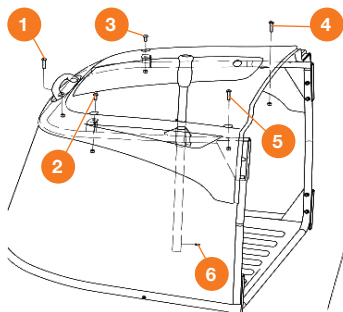

Рис. 11
- Установите верхнюю пластиковую защитную часть травосборника и закрепите ее винтами, обратите внимание на размерность винтов. Винт М6х30 установите на **1**, **4** и **5** позиции. Винт М6х16 установите на **2** и **3** позиции. Вставьте рычаг опрокидывания в верхнюю защитную крышку и зафиксируйте пружинным штифтом **6** с помощью молотка (Рис. 11).